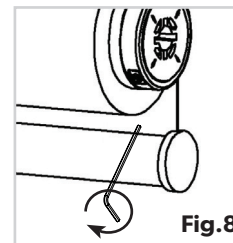

Fig.8
1. Vuelva a insertar el tornillo de ajuste en una de las cuatro posiciones predeterminadas y utilice la llave Allen para girar en el sentido horario hasta que ya no pueda tirar de la persiana hacia abajo. (Fig.8)
6. Una vez que se haya alcanzado la tensión deseada, mantenga la herramienta de ajuste de tensión en su lugar y utilice la llave Allen suministrada para apretar el tornillo de ajuste girándolo en el sentido de las agujas del reloj. (Fig.8)